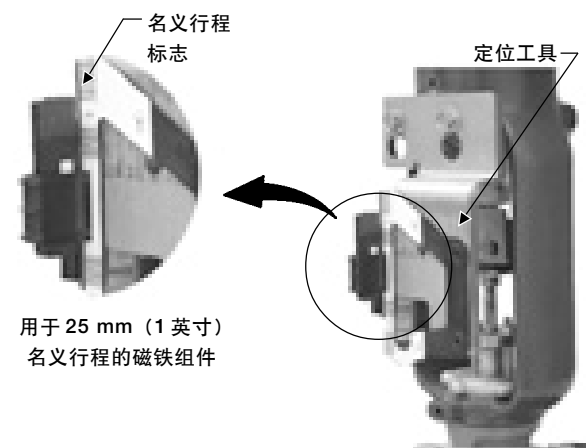

图 2-5. 用于气关式磁铁组件的调整
4. 找到与阀门实际行程对应的上端行程刻度。如图 2-5 所示。